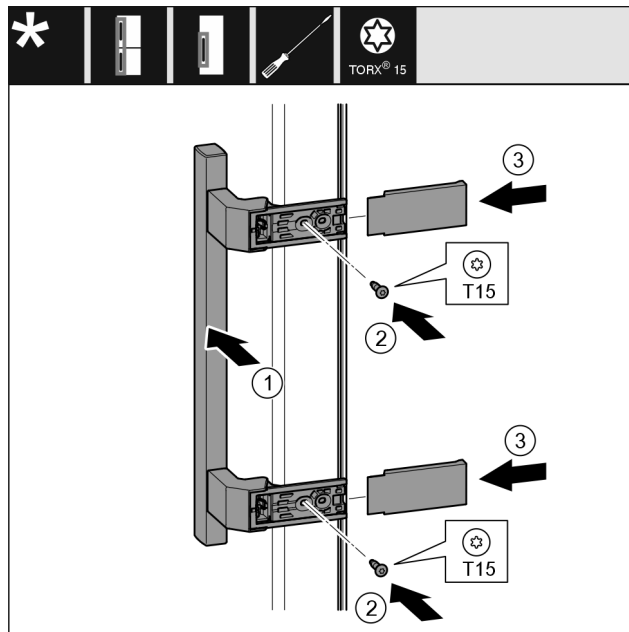

Fig. 23
- ▶ Helyezze fel a fogantyút Fig. 23 (1) a másik oldalra.
- ▶ Húzza meg a csavarokat Fig. 23 (2) csavarhúzóval.
- ▶ Helyezze fel a fedeleket Fig. 23 (3) oldalra, és tolja fel őket.